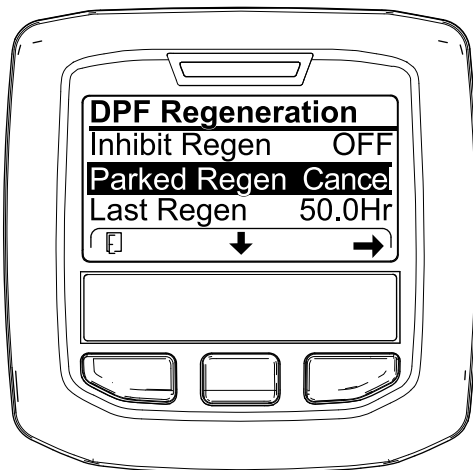
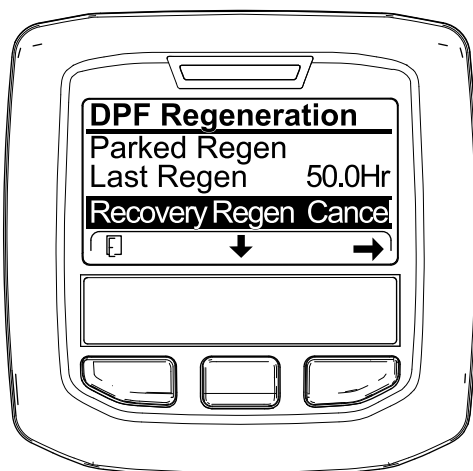

Figura 61
Figura 62
1. Vaya al menú de Regeneración del DPF (Figura 61).
2. Pulse el botón central para desplazarse hacia abajo a CANCELAR REGENERACIÓN ESTACIONARIA (Figura 61) o CANCELAR REGENERACIÓN DE RECUPERACIÓN (Figura 62).
3. Pulse el botón derecho para seleccionar la opción Cancelar (Figura 61 o Figura 62).